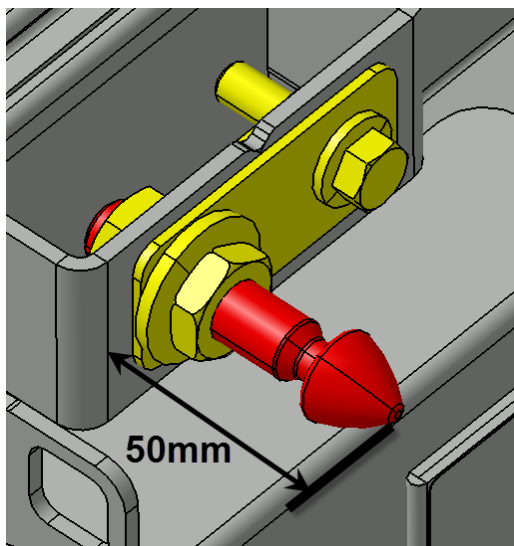

FIGURE 115:
11. Avant le premier essai de fermeture complète de la porte, assurez-vous que la goupille d'alignement/verrouillage n'exécède pas plus de 2" (50mm) de son support. (Figure 115:). Des dommages peuvent subvenir à la porte si cette condition n'est pas respectée.